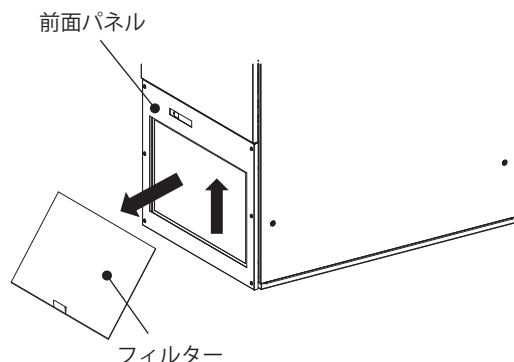

図5
- ・フィルターを前面パネルより取り出し、清掃・交換を行ってください（図5）。